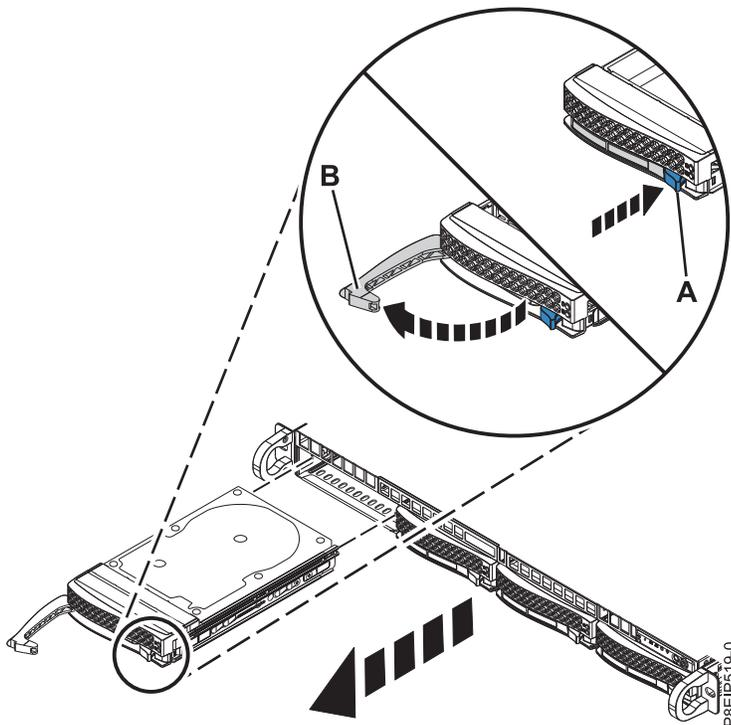

Figure 1. Retrait d'une unité de disque
4. Déverrouillez la poignée de la baie d'unité **(B)** en poussant le loquet de la poignée **(A)** comme indiqué dans la figure 1. Tirez la poignée **(B)** vers vous. Si la poignée n'est pas complètement sortie, l'unité ne peut pas être retirée du système. Retirez l'unité du système en la maintenant par dessous. Si l'unité ne correspond pas au modèle et au numéro de série que vous avez notés à l'étape précédente, réinstallez l'unité dans la baie d'unité dont vous l'avez retirée et vérifiez l'autre baie d'unité.